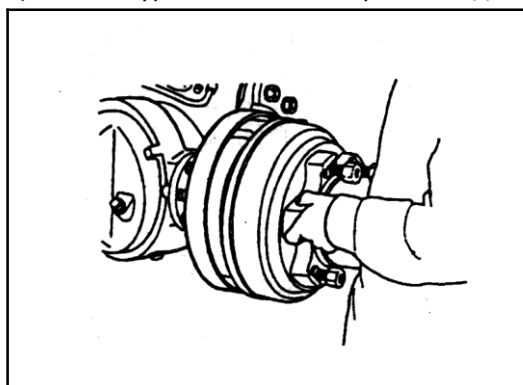

Рис. 5-4
4. Снимите тормозной барабан и ступицу (см. рис. 5-4).